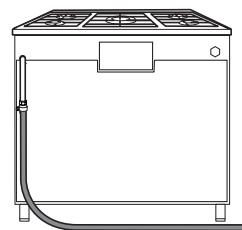

Рис. 2
**ⓘ ВАЖНОЕ ПРИМЕЧАНИЕ:** в случае использования резинового шланга его необходимо устанавливать таким образом, чтобы он не касался горячих деталей на задней стороне прибора или кухни. Он должен проходить в свободном от любых препятствий месте, где его можно инспектировать по всей длине (рис. 2).